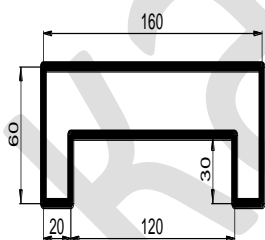

Рис.10.1 Контур для ‘выдавливания’
- Начертить заготовку для основания командой **ПЛИНИЯ** (последний отрезок с помощью опции **ЗАМКНУТЬ**, т.к. контур должен быть обязательно замкнут). Система координат – мировая. Чертим курсором на горизонтальной проекции (вид сверху), задавая точки по направлению (рис.10.1)..